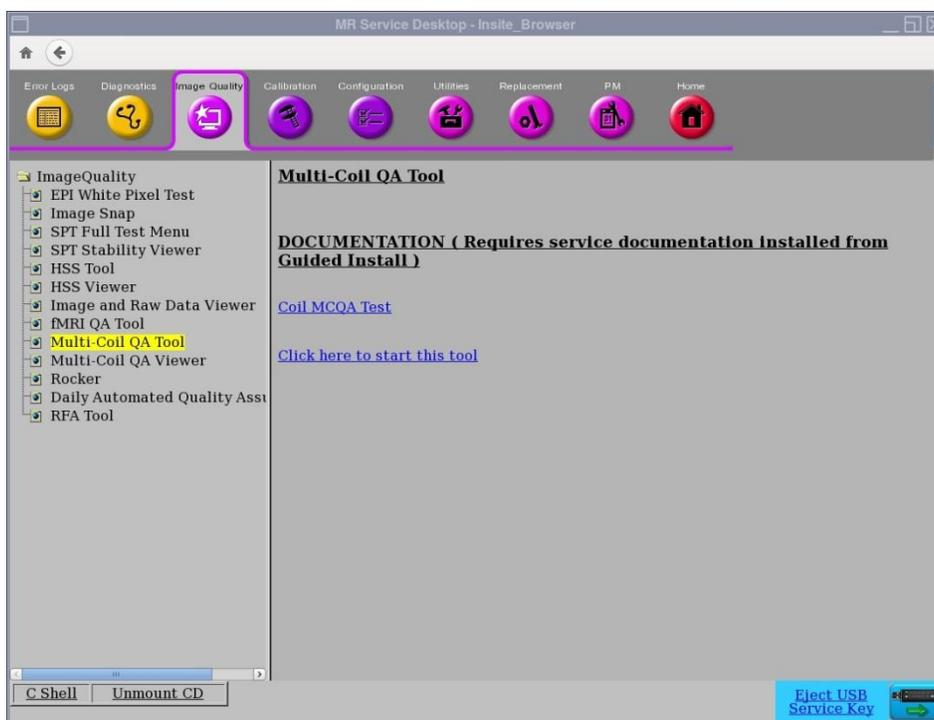

Рис. 1
1. Из раздела Common Service Desktop (CSD) (Общий рабочий стол обслуживания) перейдите в приложение Service Browser (Сервисный браузер) и выберите на вкладке [Image Quality] (Качество изображения) пункт Multi-Coil QA Tool (Многокатушечный инструмент контроля качества), а затем Click here to start this tool (Нажмите здесь для запуска инструмента), как показано на Рис. 1.